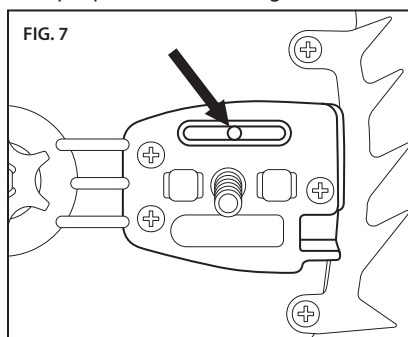

FIG. 7
- Débranchez la tronçonneuse, enlevez le panneau latéral et vérifiez la présence d'huile sur la plaque du coussinet (Fig. 7).